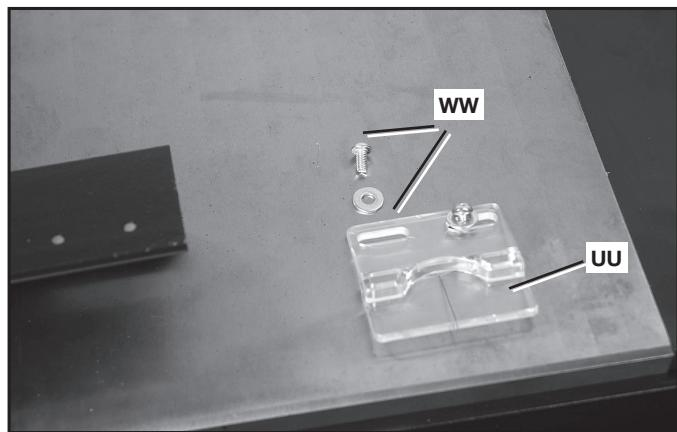
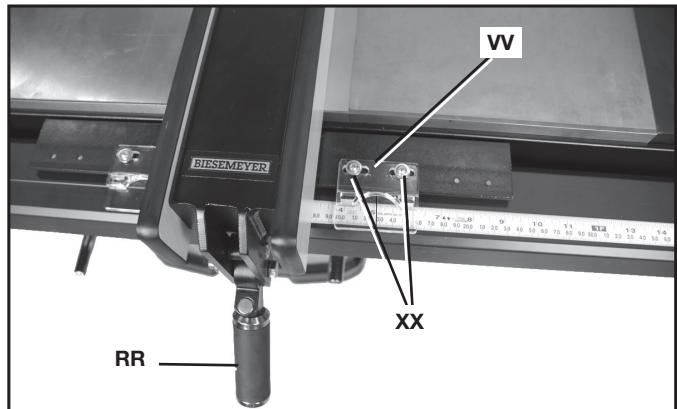
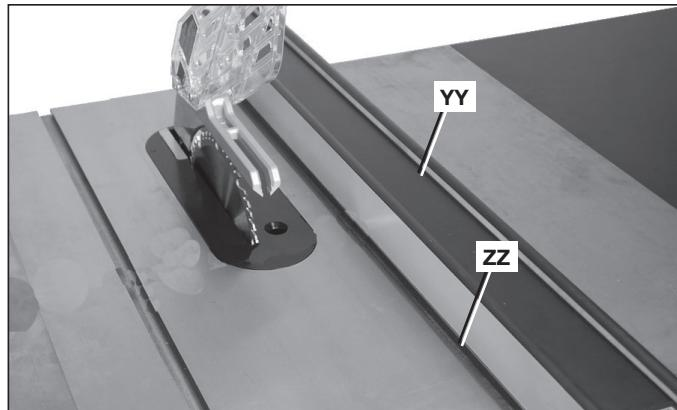
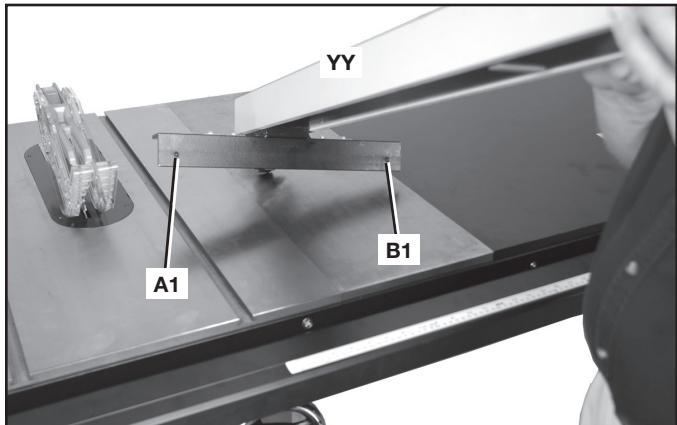

FIG. 20
FIG. 21
FIG. 22
FIG. 23
- Fixer le pointeur fin de droite (UU) fig. 20 à la traverse du guide (VV) fig. 21 avec deux vis à tête ronde no 10-32 x 10 mm (3/8 po) et des rondelles plates (WW) fig. 20.
- Les vis traversent les trous ovalisés dans le pointeur, puis les trous taraudés (XX) fig. 21 dans la traverse.
Le guide (YY) fig. 22 doit être ajusté pour être parallèle à la rainure pour guide d'onglet (ZZ). Glisser le guide jusqu'à ce que le bord inférieur soit aligné avec le bord de la rainure pour guide d'onglet comme dans l'illustration et presser sur la poignée de verrouillage du guide (RR) fig. 21.
Vérifier si le guide (YY) fig. 22 est aligné sur la rainure pour guide d'onglet tout le long de la table. Si un réglage est nécessaire, soulever le guide (YY) du tube du guide comme l'illustre la fig. 23.
Serrer ou desserrer légèrement les vis de réglage (A1) fig. 23 ou (B1), à l'aide d'une clé hexagonale de 5 mm (3/16 po) (non comprise). Replacer le guide sur le tube du guide et vérifier encore une fois. Répéter ce réglage jusqu'à ce que le guide soit bien parallèle à la rainure pour guide d'onglet. **REMARQUE : il faut laisser tout juste un peu de jeu aux vis de réglage pour régler le guide.**